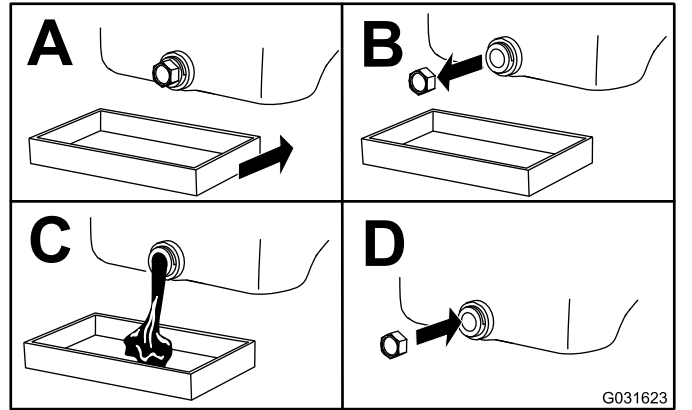

Figure 41
5. Vidangez l'huile moteur, comme montré à la Figure 41.